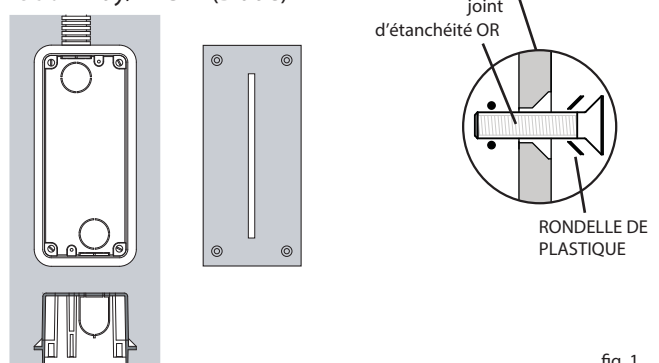

fig. 1
- Placer le coffrage dans l'armature de la coulée de façon à ce que son bord extérieur arrive au ras du mur fini. (fig.1)
- Fixer l'appareil au coffrage à l'aide des deux vis "A" et, le cas échéant, ajuster la saillie de l'appareil en vissant les 4 goujons "B". (fig. 1).